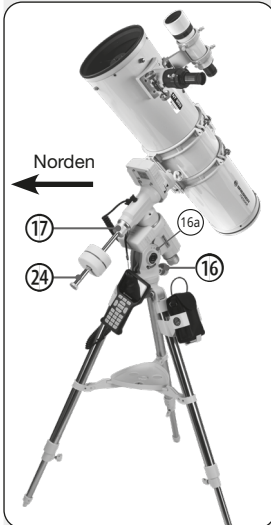

Fig. 24: Parallaktische Grundposition (Seitanansicht)
1. Lösen Sie die RA-Klemmung (17). Schwenken Sie den Tubus bis die Gegengewichtsstange direkt zum Boden zeigt (Fig. 24).